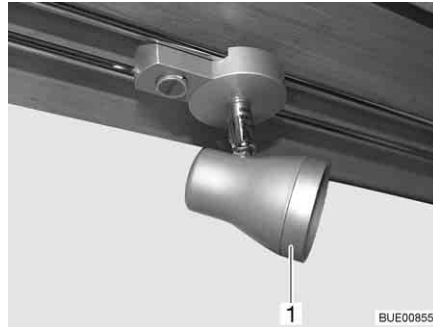

Fig. 301 Foco halógeno (desplazable)
- Girar el anillo exterior (Fig. 301, 1) en sentido contrario a las agujas del reloj hasta que se suelte de la carcasa.